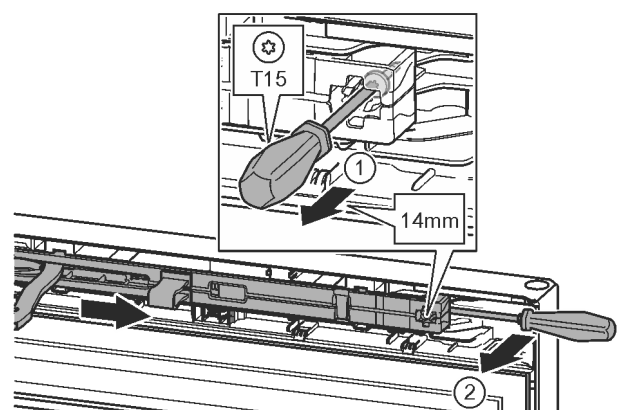

Fig. 12
- ▶ Skrutku na tlmíči uzatvárania uvoľnite skrutkovačom T15 o cca 14 mm. Fig. 12 (1)
- ▶ Skrutkovač zasunúť na strane držadla za jednotku tlmíča uzatvárania a otočte dopredu. Fig. 12 (2)
- ▶ Vytiahnite jednotku tlmíča uzatvárania. Fig. 12 (3)